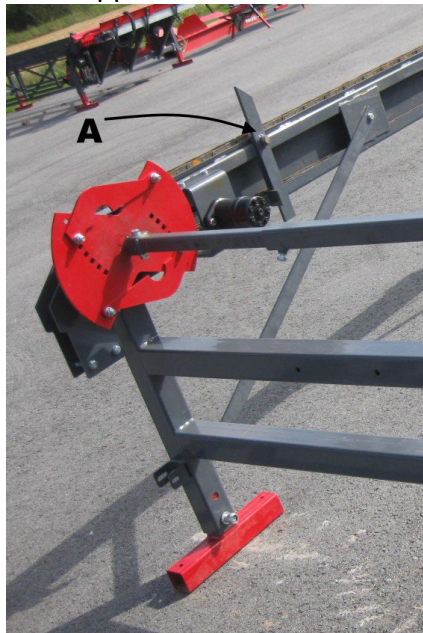

Bild 2. Vedstoppare
- ❑ För att undvika matarproblem är det bra att då och då rotera bakåt så att stockarna som ligger bakom rätas upp mot stopparen. Bild 2. A.